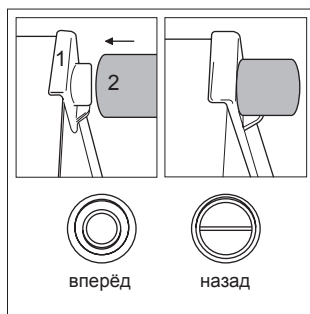

Рис. 1. Установка ограничительных упоров
4. Установите ограничительные упоры в верхние углы задней стенки холодильника как показано на рис. 1. Упоры поставляются, в дверной корзине внутри холодильного отделения.